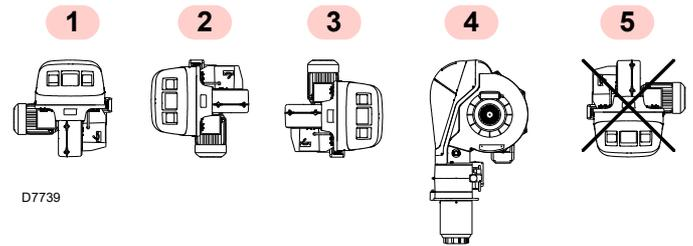

Fig. 8
- El quemador está preparado exclusivamente para el funcionamiento en las posiciones **1, 2, 3 y 4** (Fig. 8).